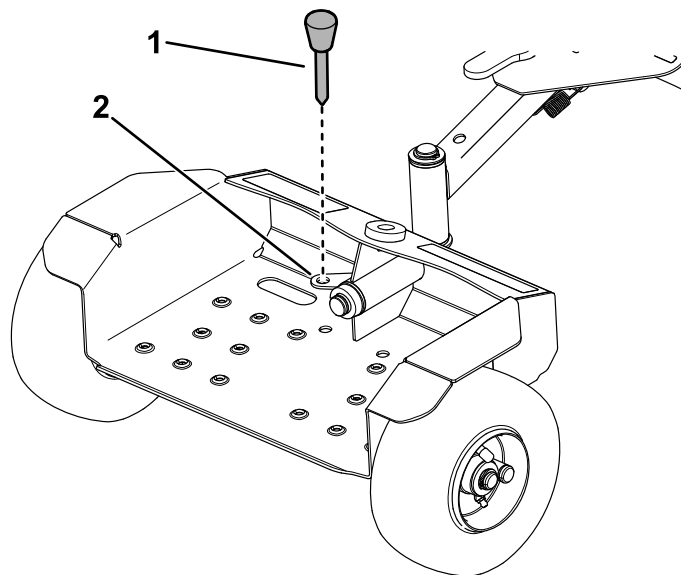

Figure 5
3. Rangez la goupille de transport dans son support, comme montré à la Figure 5.
6. Pour abaisser le sulky, poussez-le en avant, tirez le verrou vers l'arrière et baissez le sulky au moyen de la poignée. Retirez la goupille de transport et rangez-la sur son support (Figure 5).